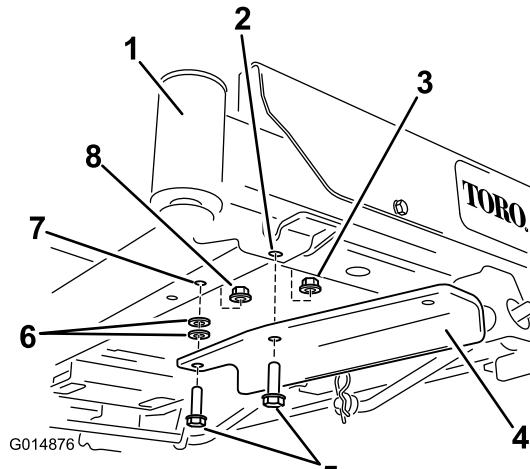

Figura 6
- Máquinas sin pedal de elevación asistida: sujeté el soporte usando dos pernos (3/8 x 1-1/4 pulgada), dos arandelas y dos contratuerca (3/8 pulgada) (Figura 6). Utilice una contratuerca de las piezas sueltas y otra de las retiradas anteriormente.